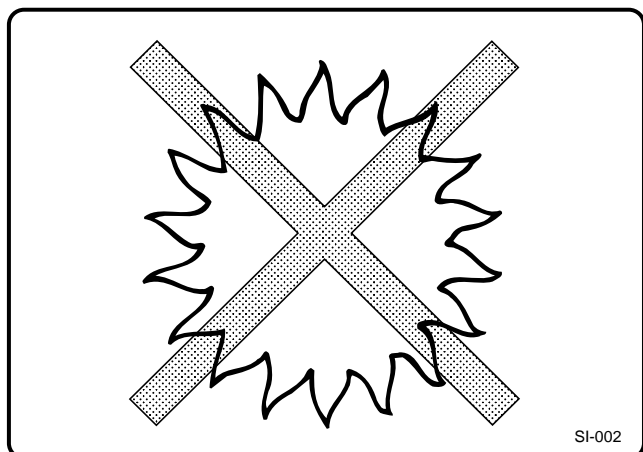

Fig. 2
- Evitar la radiación solar directa (p. ej. a través de una ventana) (véase la fig. 2).
- Evite a exposição à radiação solar directa (p. ex. através de janelas) (ver fig. 2).
- Niet in direct invallend zonlicht (b.v. via het venster) plaatsen (zie afb. 2).